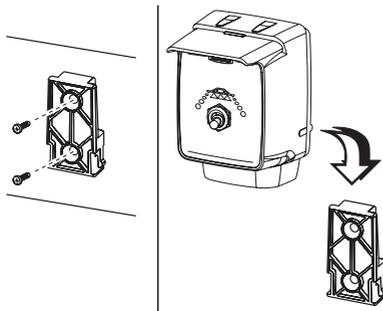

Fig. 9
- Fissate la scatola di comando in cabina: posizionate la slitta di fissaggio tramite le apposite viti (Fig. 9), in un punto in cui la scatola sia facilmente visibile e raggiungibile con le mani, ma lontana da organi in movimento; fissate la scatola comandi inserendola sulla slitta e spingendola verso il basso fino al completo bloccaggio.